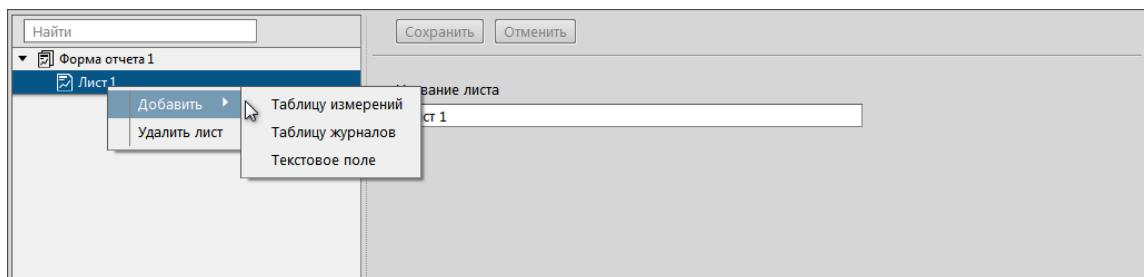

Рисунок 126 - Наполнение формы отчета
3. Нажмите ПКМ по созданному листу и выберите необходимый блок данных: **Таблицу измерений**, **Таблицу журналов** или **Текстовое поле** (Рисунок 126).